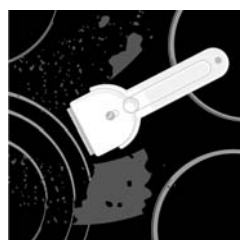
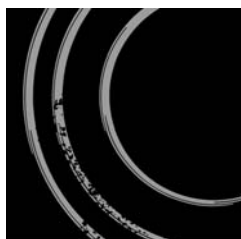

рис. 4
рис. 5
**Трудноудаляемые и пригоревшие загрязнения** можно устранить с помощью специального скребка. Следите, чтобы пластмассовая ручка скребка не касалась горячей зоны нагрева (рис. 4). Во время работы со скребком также будьте внимательны, чтобы не пораниться!
**Сахар и жидкости, содержащие сахар**, могут сильно повредить стеклокерамическую поверхность (рис. 5), поэтому сразу же удаляйте просыпавшийся сахар или пролившееся сладкое блюдо со стеклокерамической поверхности, даже если конфорки еще не остыли (рис. 4).
закрывается (рисунок 4). Если дверца открываются и закрываются неправильно, проверьте, правильно ли установлены разрезы шарниров в отверстия на корпусе.